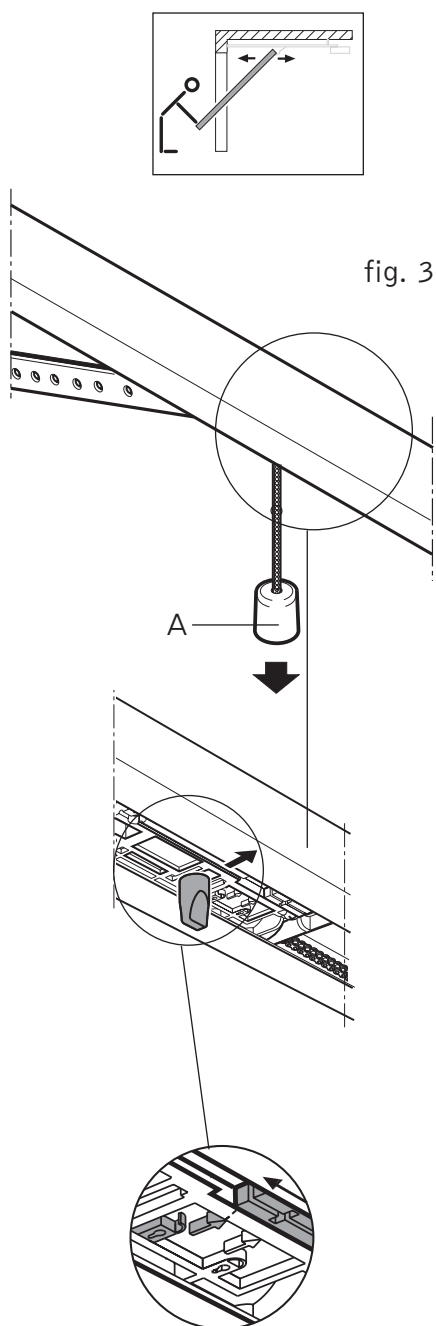

fig. 3
- a. Om de loopwagen te ontgrendelen: trek aan de touw "a". De loopwagen blijft ontgrendeld.(zie fig. 3)